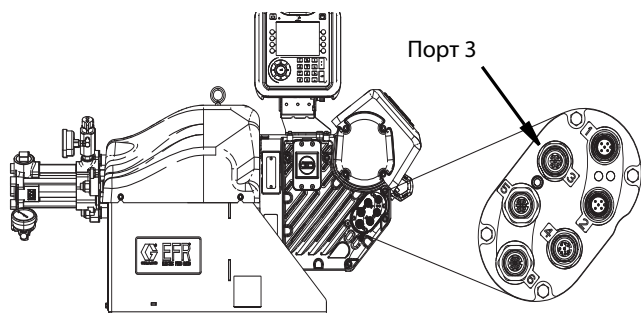

Рис. 7
4. Отсоедините разъем от порта 3 привода EFR. См. Рис. 7 стр. 15.